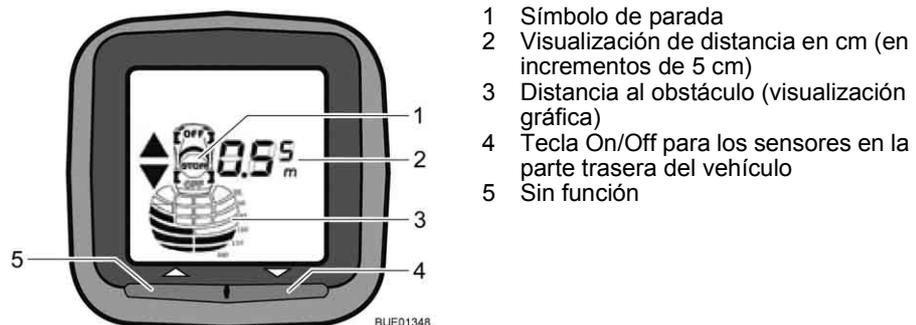

Fig. 13 Unidad de visualización Park Boy V
En la cabina, una unidad de visualización con display (Fig. 13) indica la distancia al obstáculo. Al mismo tiempo suena una señal acústica como mensaje de aviso.
- Pulsar la tecla On/Off (Fig. 13,4). Se iluminará el display y aparecerá el símbolo de vehículo en el display. El control de distancia de aparcamiento está listo para medir.
- Pulsar la tecla On/Off (Fig. 13,4). El control de distancia de aparcamiento puede desconectarse en cualquier momento independientemente del método de conexión elegido por medio de la tecla On/Off.
El display (Fig. 13) visualiza la distancia en pasos de 5 cm. Siempre se indica la distancia mínima que mide un sensor.